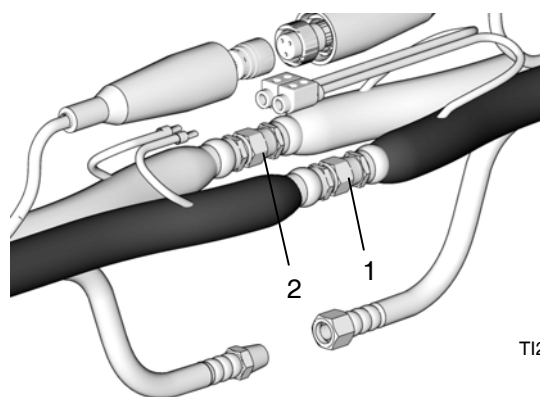

FIG. 3
2. Raccorder les flexibles de fluide (1, 2) et serrer. Consulter les caractéristiques relatives aux couples de serrage maximum ci-dessous et sur la FIG. 3. Ne jamais dépasser le couple de serrage.